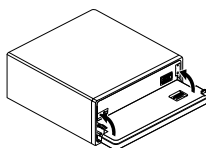

Fig. 14
3. Ruotare i supporti nelle posizioni verticali. (Fig. 14)